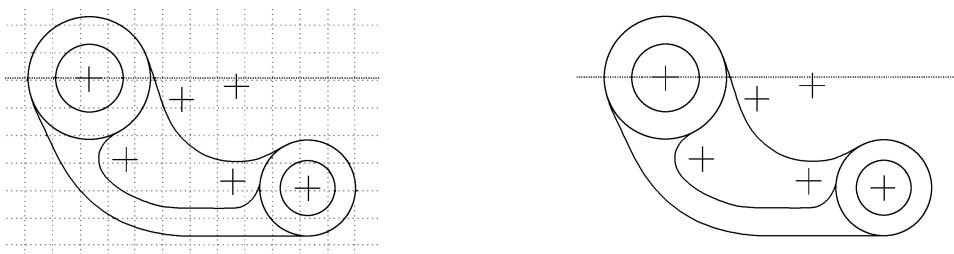

图3-7 显示栅格和不显示栅格的对比
(3) :【显示栅格】按钮。单击该按钮,可切换栅格显示的开/关,控制图形区中是否显示背景栅格。图3-7是显示栅格和不显示栅格的对比。